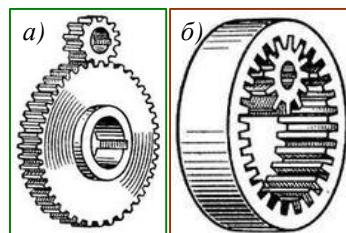

Рис. 18.3. Зубчатые колёса с внешним (а) и внутренним (б) зацеплением.
3. На рис. 18.3 изображены пары зубчатых колес с внешним и внутренним зацеплением зубьев. Предполагая, что маленькие и большие колеса в случаях (а) и (б) имеют одинаковые диаметры и толщины, скажите, при каком зацеплении (внешнем или внутреннем) пятна контакта больше? В каком случае (при равных действующих силах) больше контактное давление? Какое зацепление проработает дольше? Почему?